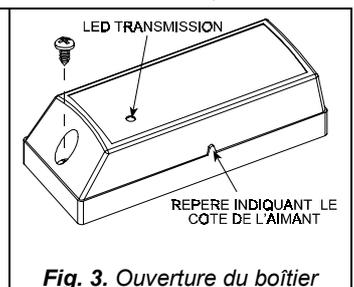

Fig. 3. Ouverture du boîtier
A. Dévisser la vis de fermeture du boîtier (voir figure 3).